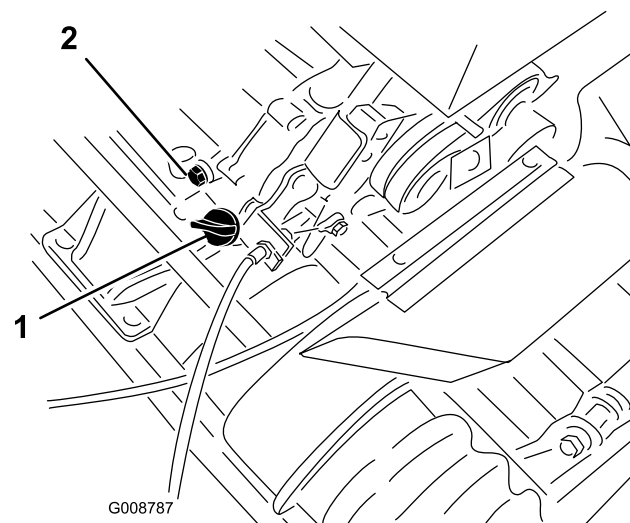

図 19
1. エンジンが水平になるように駐車し、オイル・ゲージの周囲をきれいに拭く（図 19）。
2. 機体下にあるドレン・プラグ（図 19）の下に廃油受けを置く。